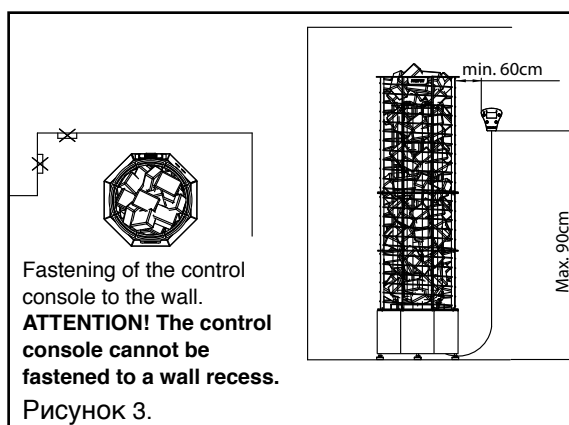

Рисунок 3.
- В сауне максимальная высота установки пульта управления – 90 см, а минимальная – 60 см на боку каменки (см. рисунок 3).